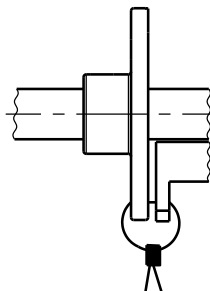

Рисунок 1 – Пример опломбировки затвора с редуктором DN 200(250)
5.7 Для фиксации рукоятки затвора в крайних положениях вставьте стопор 8 в рукоятку, при необходимости опломбируйте. Для опломбировки редуктора зафиксируйте положения руля относительно червячного механизма (рисунок 1).